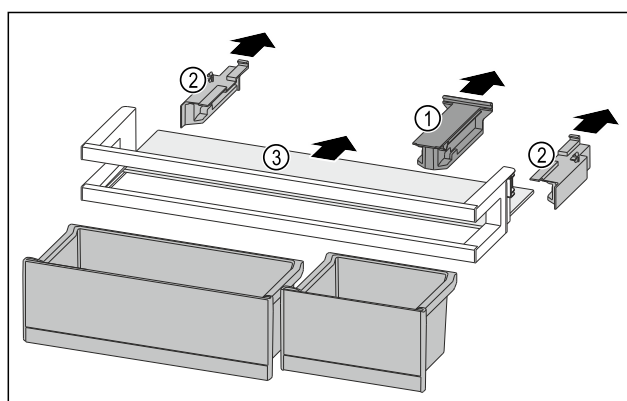

Fig. 239
- Estrarre l'elemento di tenuta Fig. 239 (1).
- Togliere gli elementi laterali Fig. 239 (2).
- Rimuovere il ripiano Fig. 239 (3).